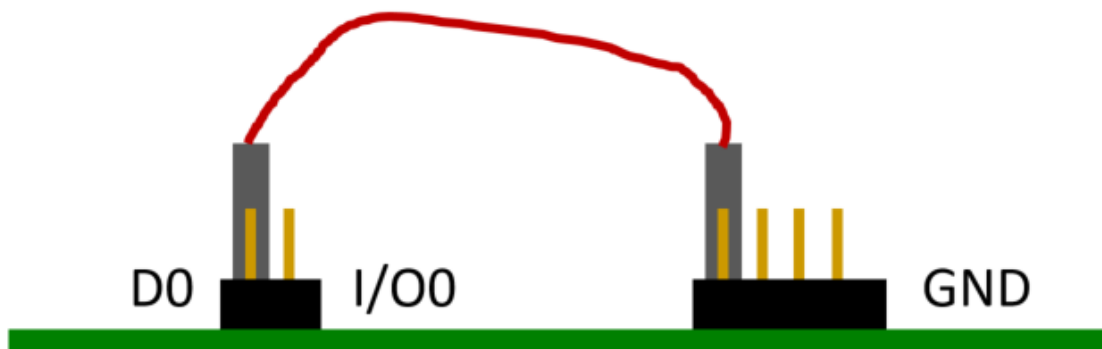

Abbildung 7: Emulation ‘Stuck-at ZERO’ Fault auf dem Datenbus Bit 0
- Verifizieren Sie Ihren Test. Führen sie ihn zuerst mit korrekt eingesetzten Jumpern durch. Danach entfernen Sie zielgerichtet einen oder mehrere Jumper auf dem **Datenbus** und erzeugen mit Kabeln Stuck-at ONE und Stuck-at ZERO Fehler. Siehe Abbildung 7.